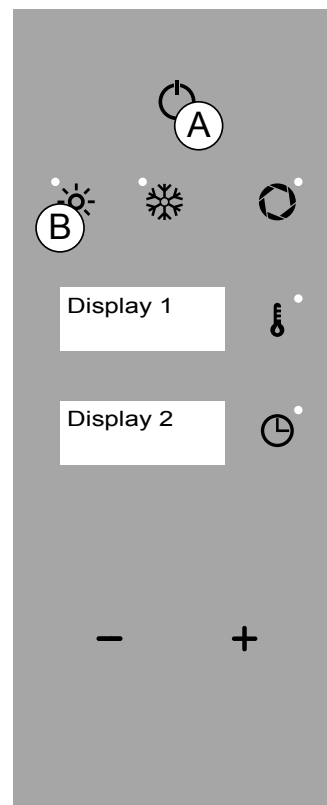

Fig.1
- Modalità "SPENTO": visualizzazione orologio (Fig.1 Display 2).
- Modalità "STAND BY": visualizzazione nome forno e orologio (Fig.1 Display 1 e 2).
- Modalità "MENÙ PRINCIPALE": funzione "CONVEZIONE" attiva (Fig.1/B), temperatura 180° C (Fig.1 Display 1) e tempo 0:00 (Fig.1 Display 2).
In modalità "selezione della funzione" o "selezione del parametro" dopo 5 secondi di inattività il forno memorizza la funzione o il valore visualizzato (Fig.1 Display 1-2).
A conclusione del tempo impostato compare la scritta "END" alternata (Fig.1 Display 1-2). Premere due volte il tasto "ON/OFF" (Fig 1/A) per tornare in modalità "STAND BY".